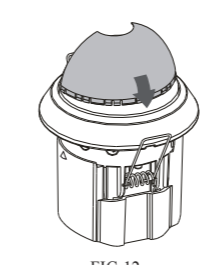

FIG.12
4.3.2 Fijación del protector de lente: el marco decorativo dispone de un gancho circular en la parte posterior y el protector de lente dispone de una ranura circular. Para fijar el protector de lente, una la ranura del protector de lente con el gancho del marco decorativo (consultar FIG.12).